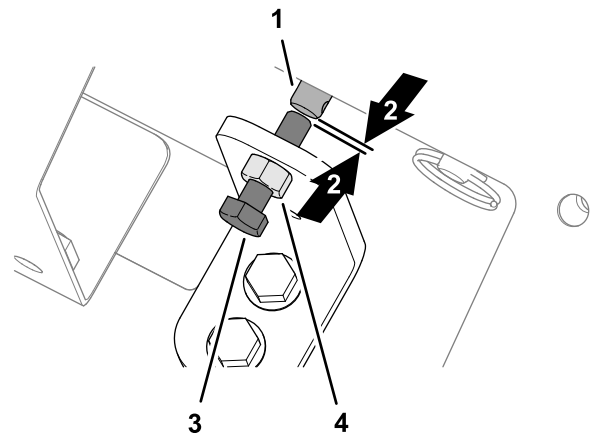

図 33
- 手動優先ブラケットのジャムナットをゆるめる 図 33。
- 手動優先バルブの六角ヘッドねじを左に回して、フロア速度ソレノイドのねじの端部とステムの端部との間にわずかなすき間を作る 図 33。
- ジャムナットを締める 図 33。